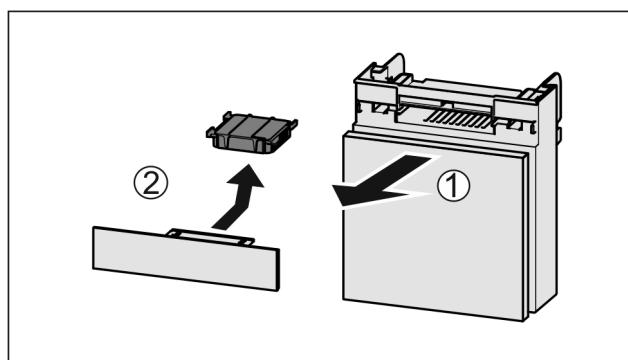

Fig. 118
- Zásuvku vytáhněte dopředu Fig. 118 (1).
- Filtr s aktivním uhlím vyjměte Fig. 118 (2).